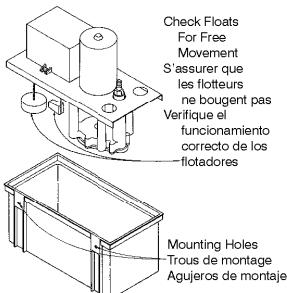

Fig. 1
- Mount the pump. There are two vertical mounting surfaces (Fig. 1) on one side of the tank to mount on side of air conditioning unit, or nearby wall. Mounting holes can be drilled in this surface, but should not exceed one inch from the top of the tank to prevent possible spillage of water.
- Assembler la pompe. Un des côtés du réservoir comporte deux surfaces de montage verticales (Fig. 1), afin que la pompe puisse être installée sur le côté du climatiseur ou sur un mur avoisinant. Il est possible de percer des trous de montage dans cette surface, dans la mesure où ils sont à moins d'un pouce du haut du réservoir, afin d'éviter tout risque de déversement.
- Monte la bomba. Como se muestra en la fig. 1, el tanque tiene en uno de sus lados dos superficies verticales de montaje para montar al lado de la unidad de aire acondicionado o en una pared cercana. Se puede taladrar perforaciones de montaje en esa superficie, pero estas deben hacerse en la primera pulgada del borde superior del tanque, para evitar posibles derrames de agua.